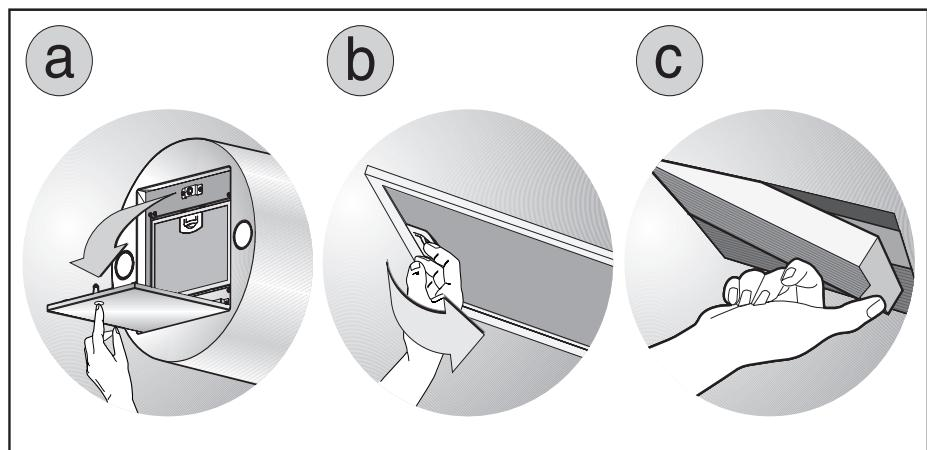

Fig.2
кухонного дымососа должна быть не менее 65 см. Если применяется соединительная труба из двух и более частей, то верная часть должна располагаться снаружи нижней части. Не соединять выброс из вытяжки с каналом циркуляции горячего воздуха или с каналом, используемым для отвода дыма от устройств, запитываемых иной энергией кроме электрической. Перед тем как приступить к сборке устройства, для облегчения его монтажа отсоедините фильтр/жироулавливающий фильтр (рис.2б).
• Прежде чем приступить к операции монтажа, в целях обеспечения более легкой управляемости колпака, откройте панель, надавливая на указанную точку, см. рис. 2а.
Снимите алюминиевую панель с помощью ручки, как указано на рис. 2б. Если продукт оснащен фильтрами на базе активированного угля, снимите их, натягивая рычаг наружу, как указано на рис. 2с.